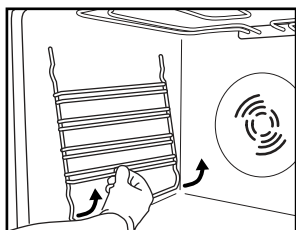

Fig. 3
1. Scoateți grătarele laterale de susținere a accesoriilor (Fig. 3).